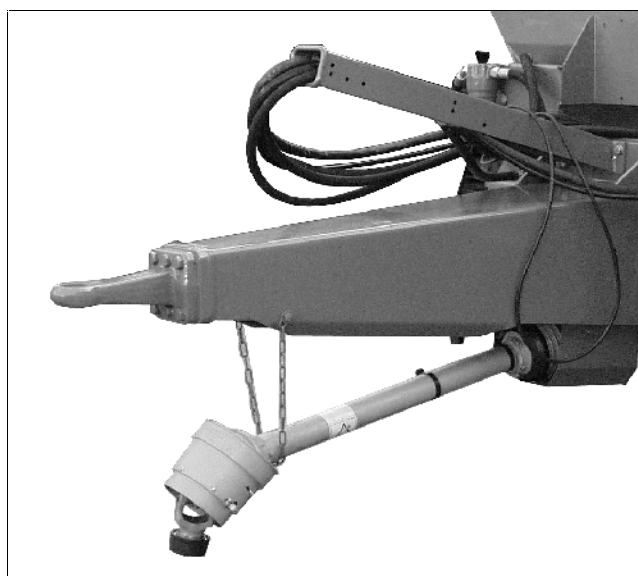

Рис. 19
3. Защитные трубки карданного вала оснащены крепежными цепями (Рис. 19) которые должны крепиться на тракторе и **ZG-B**. Крепежные цепи предотвращают совместное вращение защитных трубок при работе карданного вала. Крепежные цепи навесьте в отверстиях таким образом, чтобы была обеспечена достаточная зона свободного хода карданного вала во всех рабочих положениях, и чтобы защитные трубки карданного вала не вращались вместе с ним во время работы.